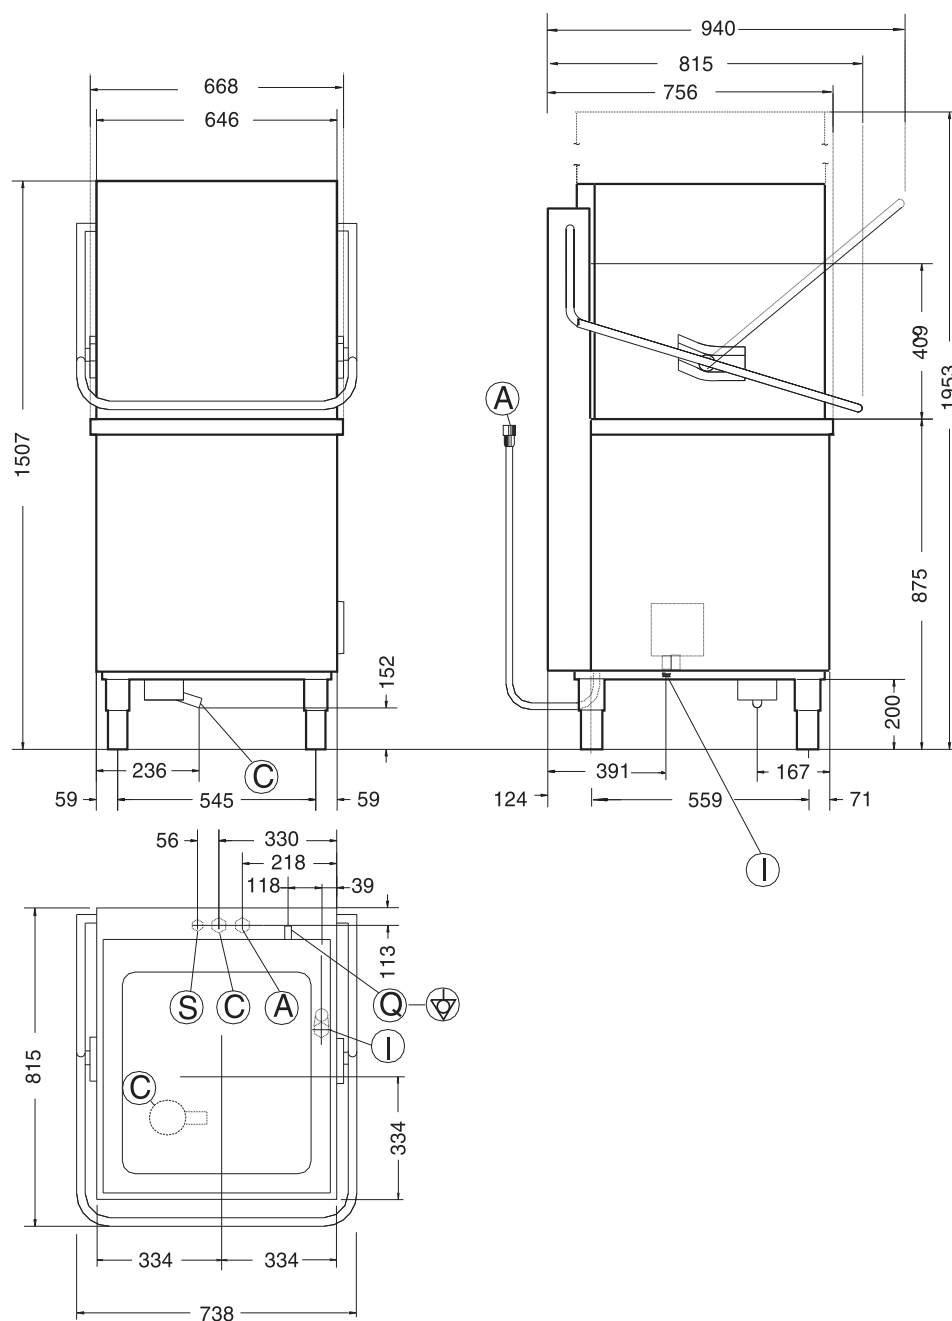
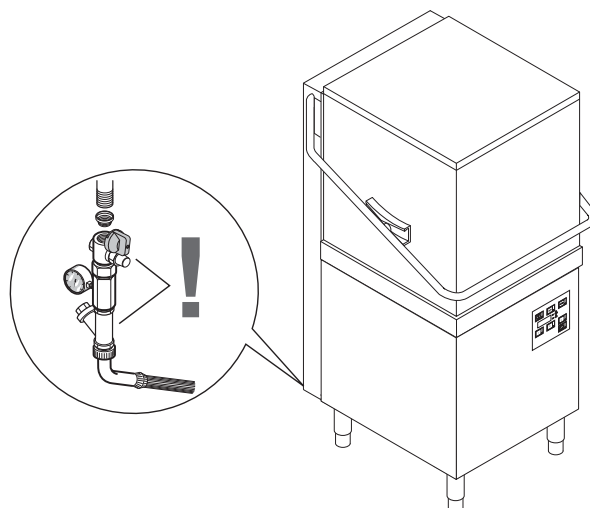

Fig. 4
Fig. 7
Signaturforklaring Fig. 4
- Tilslut maskinens vandtilførselsslange "A" (Fig. 4) til vandforsyningen og indsæt en hane, det medfølgende filter samt et manometer (Fig. 7)
Tilslut afløbsslangen "C" (Fig. 4) til afløbet via en vandlås, eller anbring slangen over et gulvafløb med vandlås.
- Forbind jordlederen i forsyningskablet til et effektivt jordstik. Maskinen skal desuden indeholdes i et ækvipotentialsystem, der tilsluttes ved hjælp af skruen "Q" (Fig. 4) med symbolet "⏏". Ækvipotentialederen skal have et tværsnit på 10 mm².